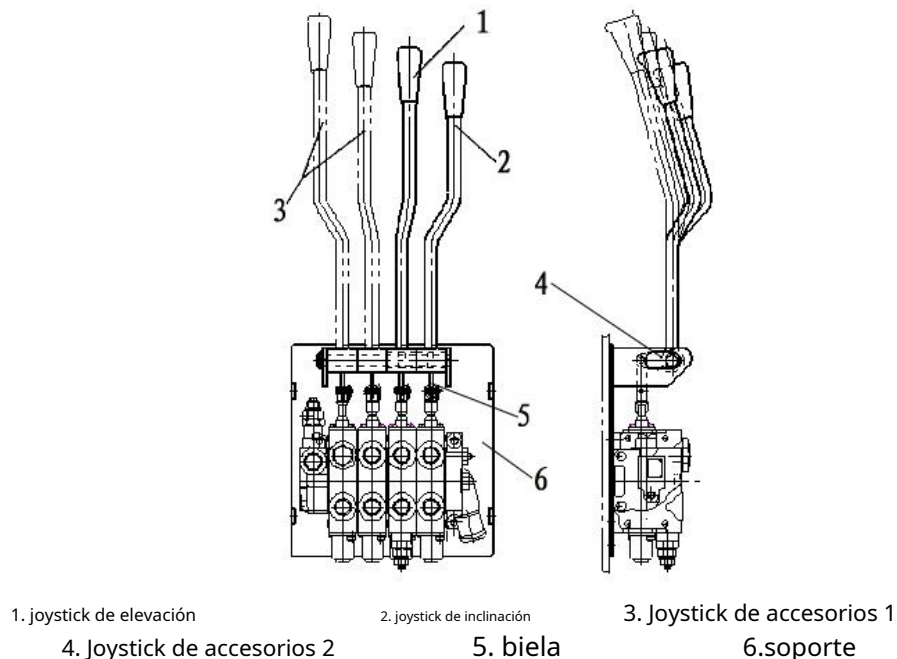

Figura 2-18 Funcionamiento de la válvula multivía
(1) Funcionamiento de la válvula multivía Figura 2-18